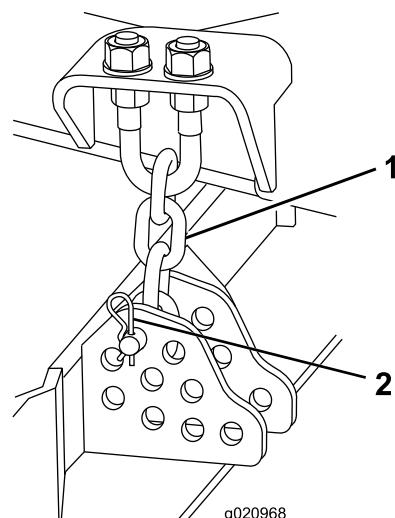

Рисунок 20
10. Снимите игольчатый шплинт и шплинтуемый штифт, которые крепят цепи регулировки высоты скашивания к задней части режущего блока (Рисунок 20).